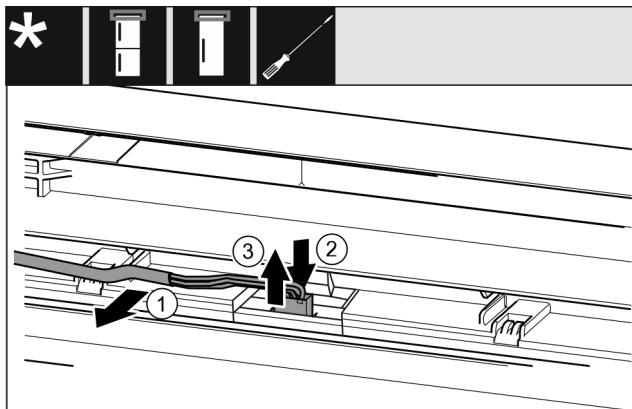

Fig. 21 Koel-/vriescombinaties / diepvriezers / koelapparaten
- Kabel Fig. 21 (1) voorzichtig uit de geleiding in de deur losmaken.*
- Strip Fig. 21 (2) achter de stekker naar achteren drukken.*
- Stekker Fig. 21 (3) voorzichtig naar boven toe wegtrekken.*